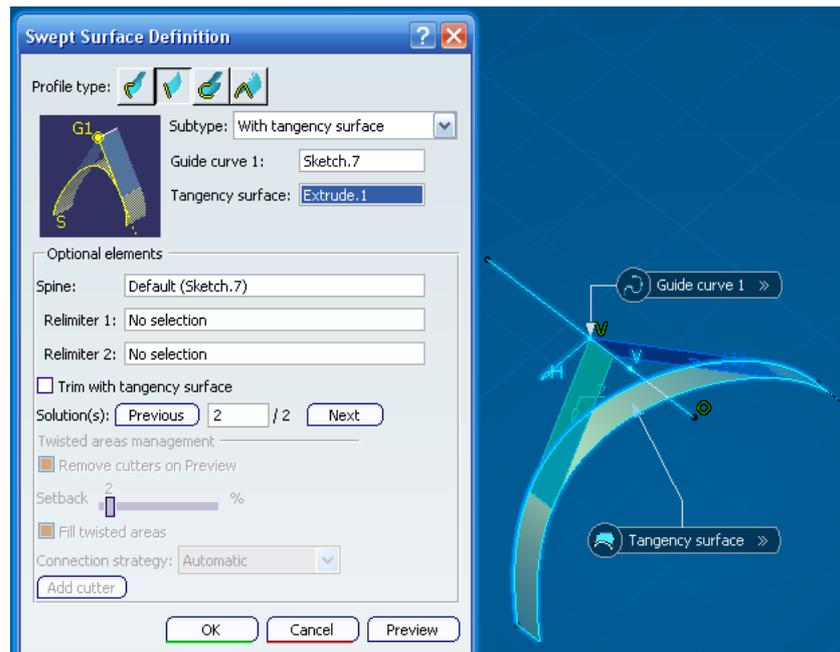

Ilustración 407: Ejemplo de subtipo *With tangency surface*.
5.- *With tangency surface*: se selecciona una curva guía y una superficie a la que va a ser tangente la superficie resultante de barrido. En la Ilustración 407 se muestra un ejemplo de este subtipo con su correspondiente ventana de definición.